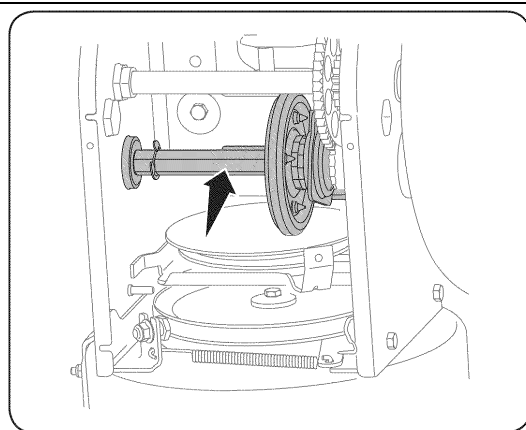

Рис. 18
4. Нанесите тонкий слой моторного масла (или масло 3 в 1) на шестигранный вал. (См. Рис. 18).